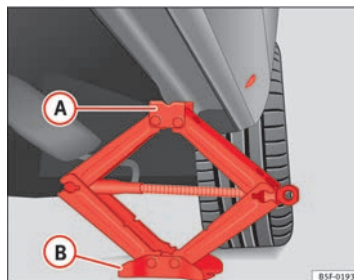

Abb. 129 Längsholm: Wagenheber ansetzen ►
- Drehen Sie den Wagenheber* unter dem Aufnahmepunkt am Unterholm so weit hoch, bis sein Aufnahmehorn  ⇒ Abb. 129 unter der vorgesehenen Aufnahme steht.